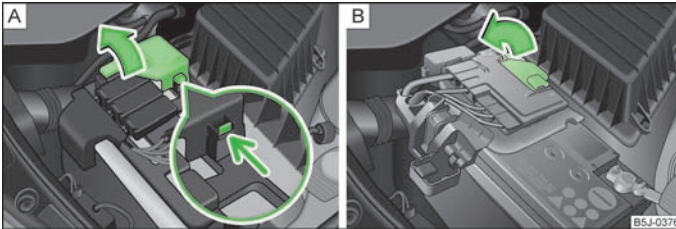

Abb. 123 Fahrzeugbatterie: Abdeckung hochklappen (automatisches Getriebe) / (Schaltgetriebe)
- Die Verrastung an der Pluspol-Seite der Batterie entriegeln » Abb. 123 - .
- Die Abdeckung in Pfeilrichtung hochklappen » Abb. 123 - (automatisches Getriebe) bzw. » Abb. 123 - (Schaltgetriebe).